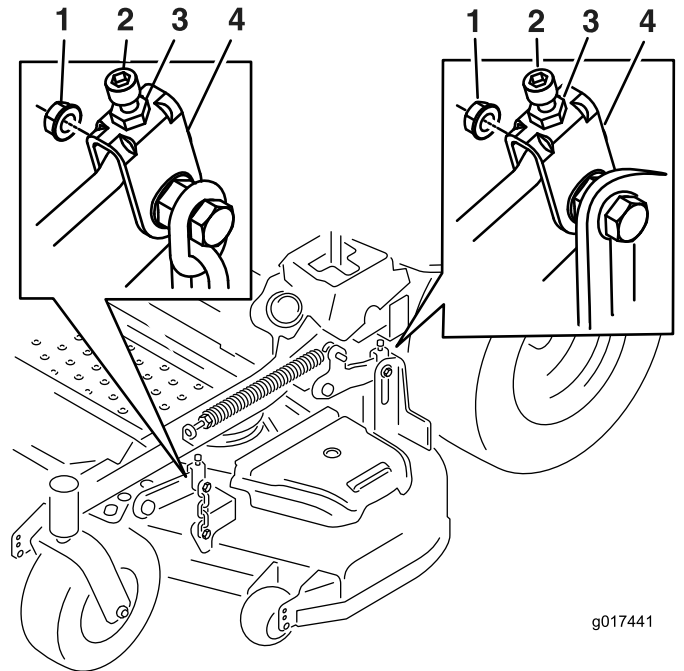

**Figura 72**
- En ambos lados de la carcasa, mida desde la superficie nivelada hasta la punta delantera de la cuchilla (Posición A). La medida debe ser de 7.6 cm (3 pulg.) (Figura 72).
15. En ambos lados de la carcasa, mida desde la superficie nivelada hasta la punta trasera de la cuchilla (Posición B). La medida debe ser de 8.3 cm (3-1/4 pulg.) (Figura 72).